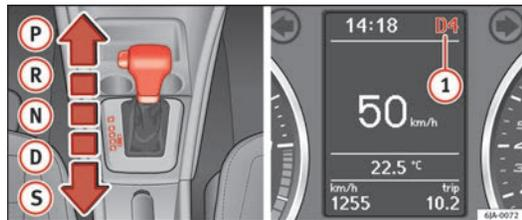

Fig. 106 Leva selettoria/display informativo: posizioni della leva selettoria
La posizione attuale della leva selettoria viene segnalata sul display del quadro strumenti ① ⇒ fig. 106.
⇒ fig. 106.